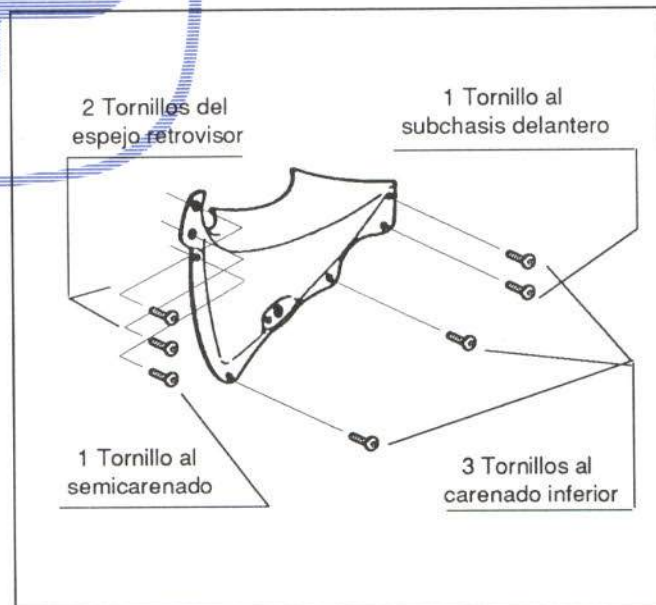

Figura 16.- Unión del carenado lateral superior
En la figura 16 se muestra la unión de esta pieza
- Carenado superior (figura 16)